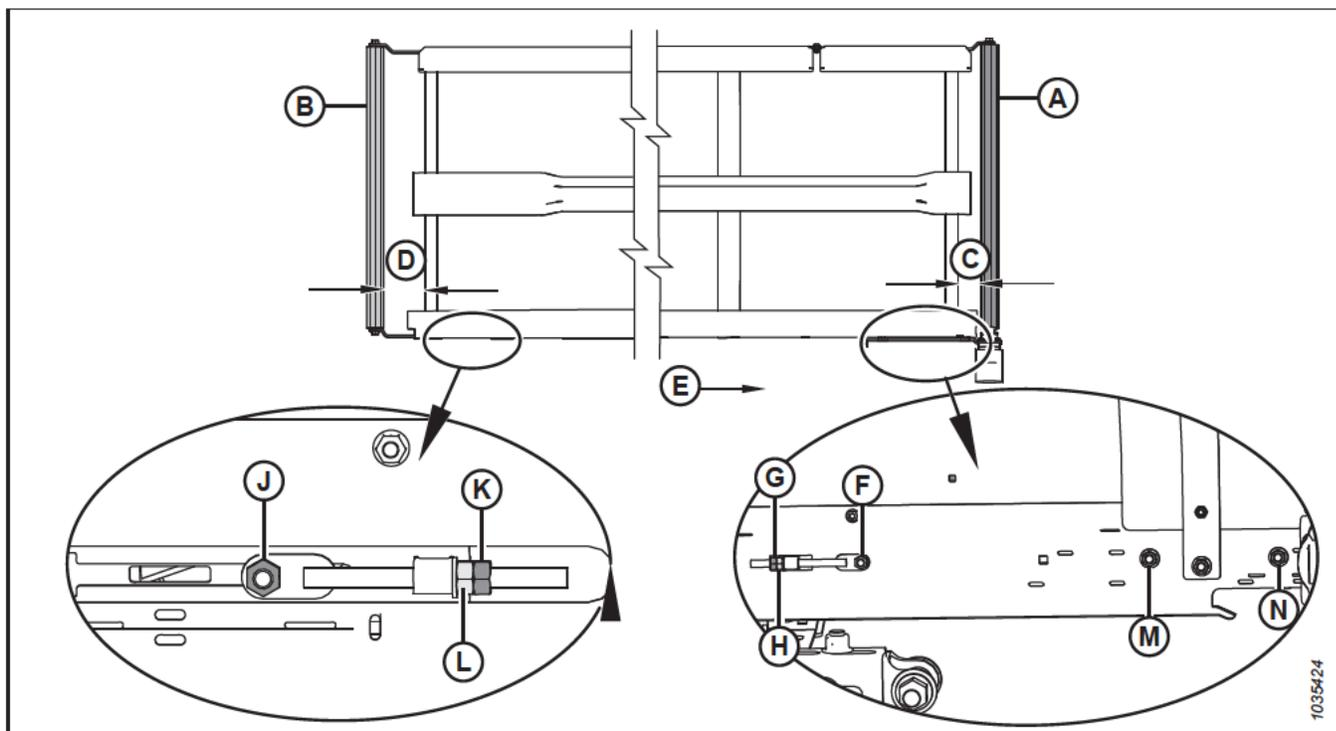

Figura 4.250: Ajustes do percurso da esteira - plataforma esquerda
2. Ajuste o rolo motor (A) para mudar C (consulte a Tabela 4.2, página 431 e a Figura 4.250, página 431) da seguinte forma:
- a. Folgue as porcas (F), (M) e (N) e a contraporca (G).
- b. Gire a porca de ajuste (H).
- c. Aperte as porcas (F), (M) e (N) e a contraporca (G).
3. Ajuste o rolo movido (B) para mudar D (consulte a Tabela 4.2, página 431 e a Figura 4.250, página 431) da seguinte forma:
- a. Afrouxe a porca (J) e a contraporca (K).
- b. Gire a porca de ajuste (L).